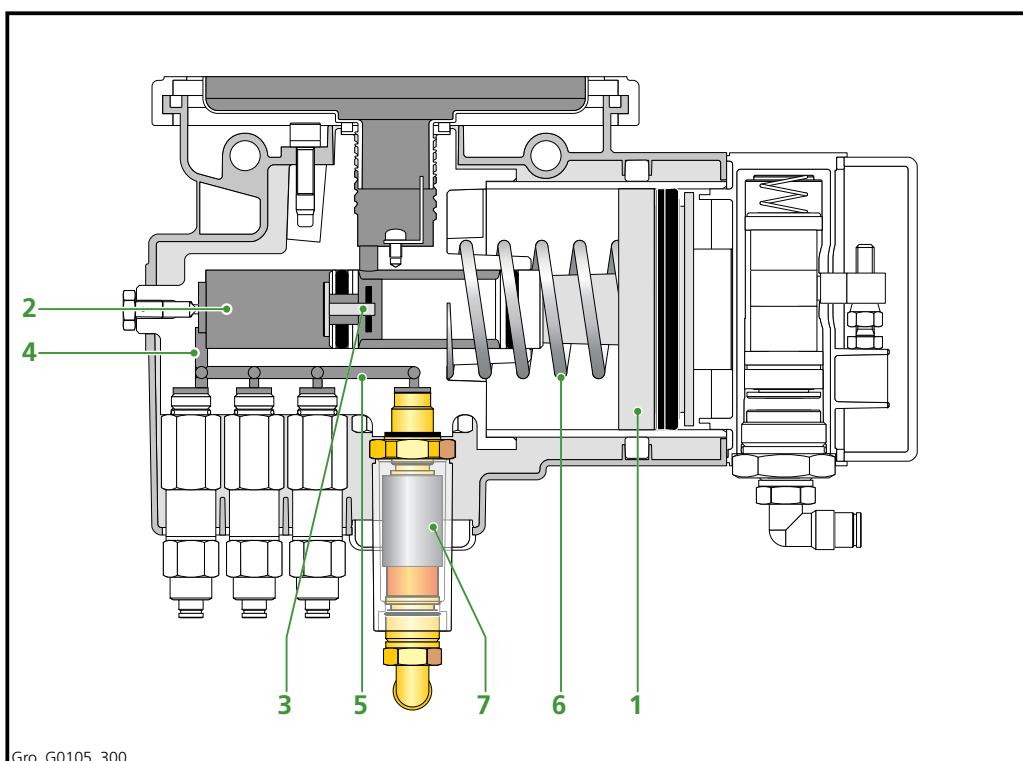

Fig 3.1 La pompa a stantuffo
Quando il contatore di frenate attiva il flusso di aria compressa dal serbatoio pneumatico del veicolo allo spazio retrostante rispetto allo stantuffo pneumatico / di ingassaggio (Fig 3.1) della pompa a stantuffo, lo stantuffo viene spinto lateralmente. Il lubrificante, che a questo punto è sottoposto a pressione nella camera (2), spinge la valvola (3) contro la relativa sede in modo da impedire il ritorno nel serbatoio lubrificante (valvola di non ritorno). Il lubrificante viene costretto a fluire dalla camera (2) attraverso il condotto (4) nella camera del lubrificante (5) presente al di sopra delle unità di dosaggio le quali, a loro volta, fanno defluire (al valore massimo di pressione dell'impianto) i quantitativi preimpostati di lubrificante attraverso i condotti lubrificante applicandoli nei punti di ingassaggio del veicolo. Alla fine del ciclo di lubrificazione, l'alimentazione di aria compressa viene interrotta e la pressione dietro lo stantuffo pneumatico / lubrificante (1) inizia a diminuire, mentre la molla (6) riporta lo stantuffo nella posizione originaria. Tale condizione crea una depressione nella camera (2), assicurando che la valvola di non ritorno (3) si apra permettendo il flusso di nuovo lubrificante dalla cartuccia in modo da riempire la camera (2).